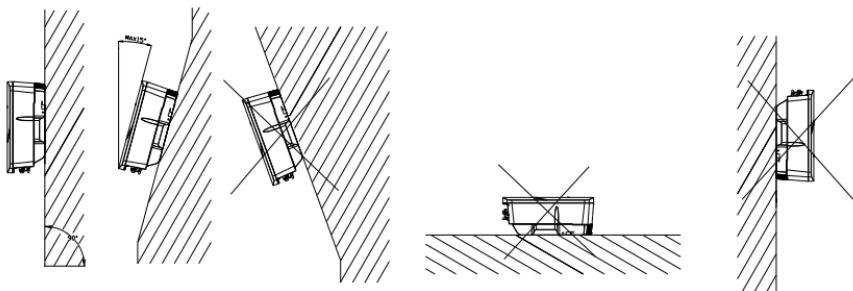

Figura 4.1 Método de montaje
- (1) El equipo emplea refrigeración por convección natural, y se puede instalar en interiores o exteriores.
- (2) Instale el equipo bajo la guía de la Figura 4.1. Se recomienda la instalación vertical a nivel del suelo. Montar verticalmente o inclinado hacia atrás por máx. 15°. Nunca instale el inversor inclinado hacia adelante, hacia los lados, horizontalmente o al revés.
- (3) Teniendo en cuenta la comodidad para el mantenimiento, instale el equipo en una posición en paralelo con la línea de visión.
- (4) Al montar el inversor, tenga en cuenta la sólida idad de la pared para el inversor, incluidos los accesorios. Por favor, asegúrese bien del panel trasero.